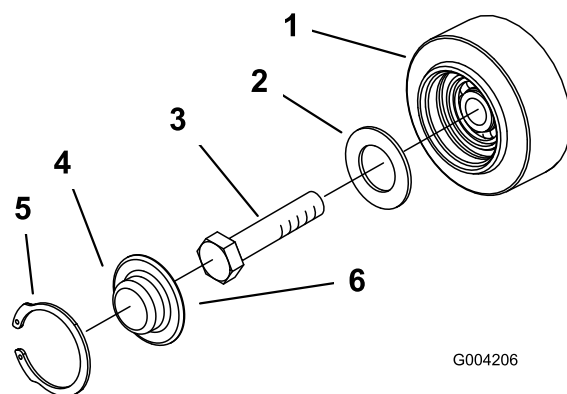

Bild 49
3. Nehmen Sie den Sprengring und die Kappe vom Straßenrad ab (**Bild 49**).
4. Prüfen Sie das Schmiermittel unter der Kappe und um die Dichtung (**Bild 49**). Wenn es schmutzig, körnig oder verbraucht ist, entfernen Sie das gesamte Schmiermittel, wechseln Sie die Dichtung aus und fügen Sie neues Schmiermittel hinzu.